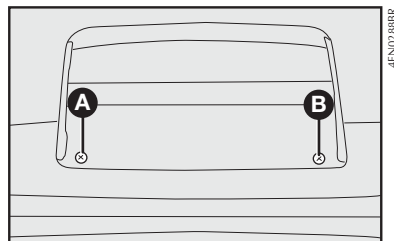

fig. 28
1) con la tapa de baúl abierta, retirar los tornillos **A**-fig. 28 y desmontar el conjunto de la 3ª luz de freno;